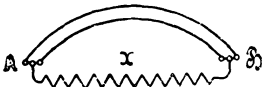

Abb. 21.
89. Es soll ein Widerstand von $0,1 [0,2] (0,4) \Omega$ hergestellt werden. Zu dem Zwecke fertigt man aus $2 [2] (2)$ Nickelindrähten von $1,6 [2] (1,8)$ mm Durchmesser, welche parallel geschaltet werden (Abb. 21), einen Widerstand von $0,101 [0,202] (0,404) \Omega$ an und legt hierzu einen Nebenschluß, der aus einem $0,4 [0,24] (0,5)$ mm dicken Drahte desselben Materials besteht.